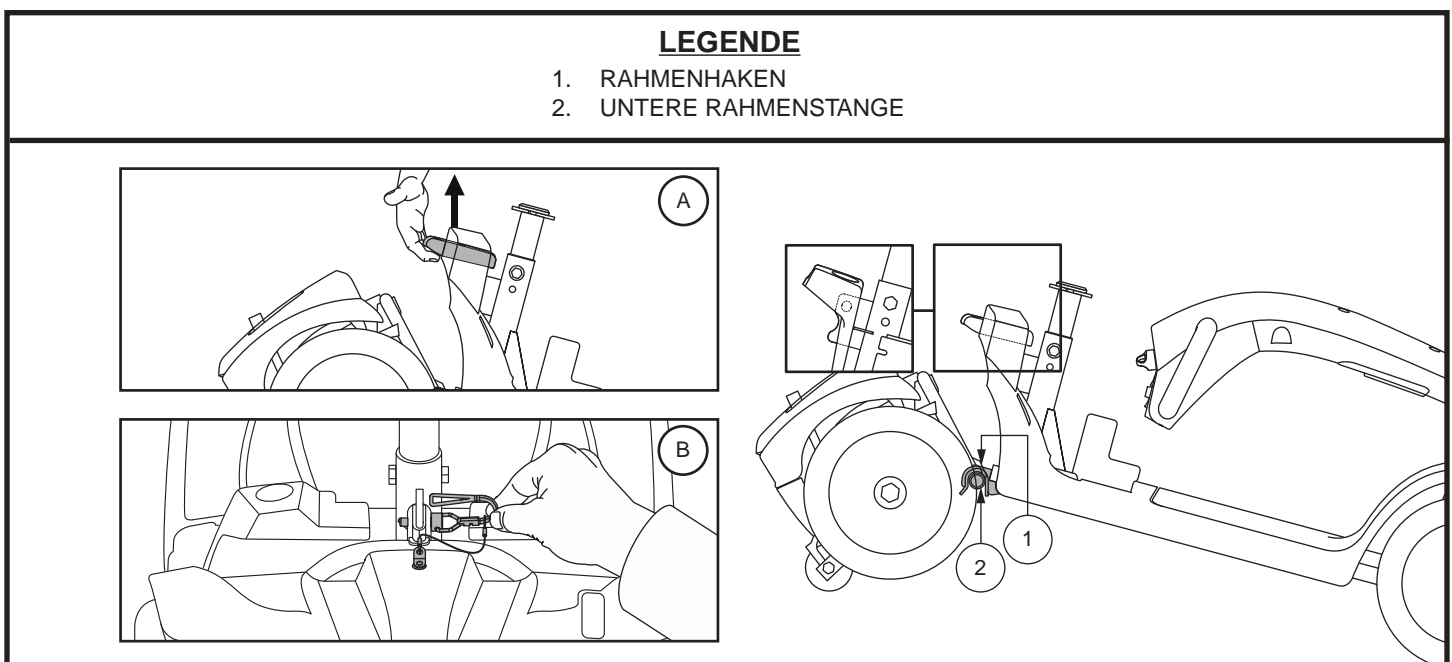

Abb. 27. Rahmenverriegelungshebel (Stil A) und Rahmenverschluss (Stil B)
3. Entfernen Sie den Rahmenverschluss. (Für Modell 104). **Siehe Abb. 27.**
1. Stellen Sie Vorder- und Rückrahmen Ihres Elektromobils zusammen wie auf **Abb. 27** angezeigt.
2. Benutzen Sie den Rahmenlösehebel um das Vorderteil hochzuheben und mit dem hinteren Teil gleichzustellen. **Siehe Abb. 27.**